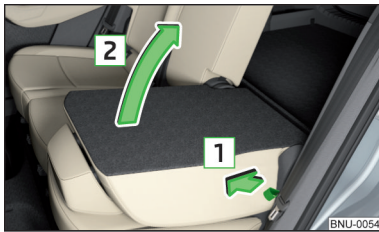

Abb. 88
- An der Schlaufe in Pfeilrichtung **1** ziehen » Abb. 88 und die Sitzlehne in Pfeilrichtung **2** zurückklappen. Dies durch Ziehen an der Sitzlehne prüfen.